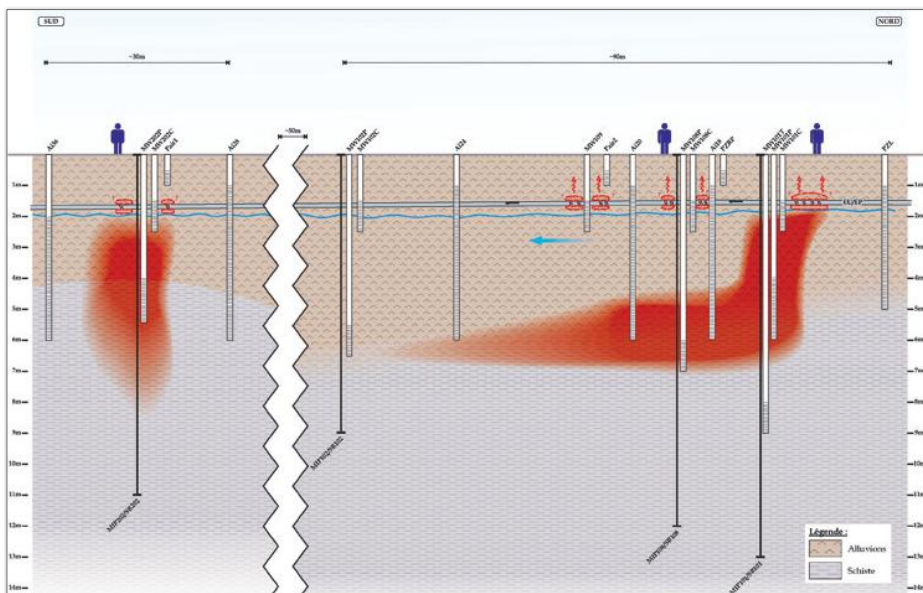

Figure 2 : Coupe schématique.
- une meilleure délimitation verticale et horizontale des zones sources en COHV caractérisées par la présence d'impacts dans les sols peu profonds (2,5-7m) en deux endroits principaux. Les investigations ont permis de montrer que les solvants se sont vraisemblablement introduits sous forme de produit pur par l'intermédiaire d'un ou de plusieurs réseaux enterrés avant de plonger (le TCE étant plus dense que l'eau) pour s'accumuler à la base des alluvions sur le toit des schistes altérés moins perméables (cf. Figure 2).